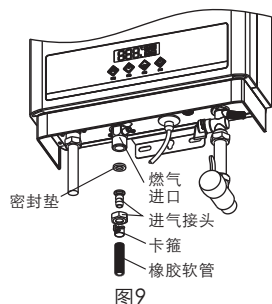

图9
- ① 使用液化石油气时将随机附件中进气接头与进气口连接（务必装上密封垫），然后用燃气专用橡胶软管（长度不得超过2m，不得有接头，不得穿墙，不得使用三通。使用年限不宜低于热水器的判废年限。）分别连接进气接头和液化石油气钢瓶上减压阀，并用卡箍夹紧。（图9）